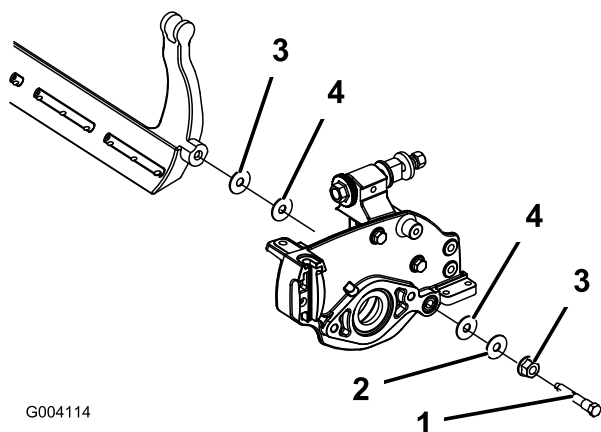

Figura 61
4. Togliete i bulloni della barra di appoggio per tirare in giù la barra e toglierla dalla macchina. Conservate le due rondelle di nylon e le due rondelle in acciaio stampato da ciascun lato della barra di appoggio (Figura 61).